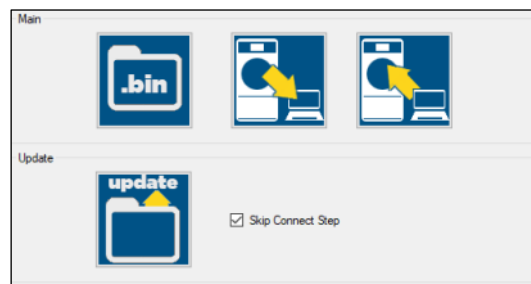

Abb. 4.5
- Führen Sie den Ladevorgang normal aus und wählen Sie die Option Verbindungsschritt überspringen (Skip Connect Step). Abb. 4.5)